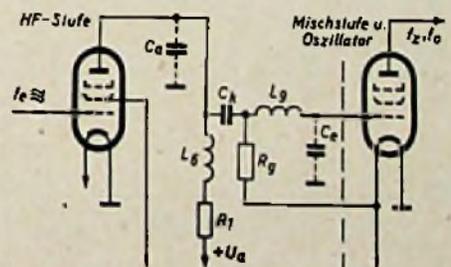

Abb. 3. Kopplung mit Breitband- $\pi$ -Filter ohne Bereichsumschaltung zwischen Vor- und folgender Mischstufe
- c) Breitband- $\pi$ -Filter ohne Bereichsumschaltung bei AM-Betrieb (Abb. 3).
Die unter c) aufgeführte und in Abb. 3 dargestellte Schaltung hat den großen Vorteil, daß bei AM-Betrieb keinerlei Bereichsumschaltung notwendig ist. Sie gestattet, mit der DF 91/96 bei Lang- und Mittelwellen sowie auch im Kurzwellenbereich, zumindest zwischen 6 und 10 MHz, HF-Verstärkungswerte zwischen 1,5 und 2 zu erhalten. Der Aufwand ist denkbar gering. Die Schaltung ist daher im speziellen Fall des AM-FM-Kofferempfängers die geeignete. Wie eingangs erwähnt, ist es nicht nur hinreichend, sondern sogar zweckmäßig, den beim Koffergehäuse etwa vorhandenen Kurzwellenbereich auf die Bänder zwischen 6 und 10 MHz zu beschränken. Dieser Umstand deckt sich also vollständig mit den Möglichkeiten, welche die Anordnung nach Abb. 3 bietet.
Die Bedeutung der Vorstufe liegt vorwiegend in ihrer guten Regelfähigkeit. Eine Regelung vor der Mischstufe ist unerlässlich, da die selbstschwingende Mischstufe nicht regelbar ist. Obwohl die HF-Verstärkung mit dem Faktor 1,5 bis 2 nur gering ist, liegt der gesamte Rauschwert, bezogen auf das Gitter der HF-Stufe, etwa um den Faktor 4 bis 8 niedriger als derjenige der DK 92/96, weil auch die additive Mischstufe selbst wenig rauscht. Auf Mittelwelle wird das Röhrenrauschen damit vernachlässigbar, während die Verhältnisse auf KW zwar noch nicht optimal (nur mit a) möglich), aber doch gegenüber der Schaltung mit DK 92/96 wesentlich verbessert werden. Im FM-Bereich gelingt es bei der Anordnung nach Abb. 3, das Breitband- $\pi$ -Filter mit Hilfe eines einpoligen Schalters umzuschalten und durch eine Zusatzinduktivität auf die FM-ZF abzustimmen, wobei optimale Verhältnisse für die FM-ZF-Verstärkung erreicht werden.